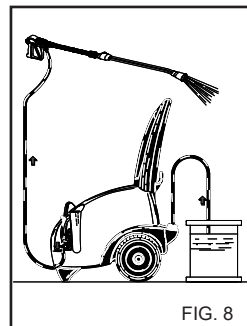

FIG. 8
Efter användning av rengöringsmedlet måste kemikalietagsledningen spolas ur med rent vatten (fig. 8).
1) Efter användning med rengöringsmedel ska högtrycksvattensystemet sköljas ordentligt. Låt pumpen vara igång i 1 minut. Doseringskranen ska vara stängd. (fig. 8).
- 4) Efter användning med rengöringsmedel ska högtrycksvattensystemet sköljas ordentligt. Låt pumpen vara igång i 1 minut. Doseringskranen ska vara stängd.(fig. 8).